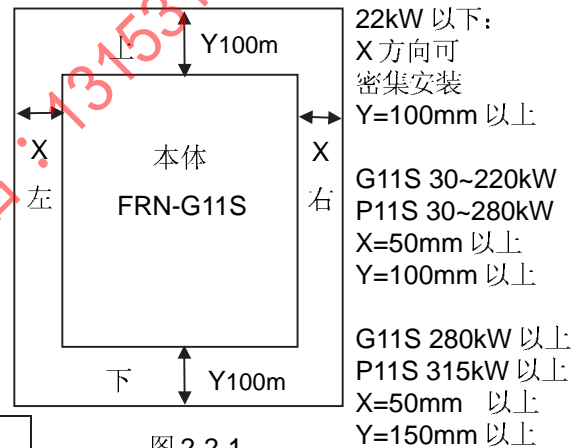

图 2-2-1
- 变频器运行时要产生热量, 为确保冷却空气的通路, 应如图 2-2-1 所示, 设计留有一定的空间。产生的热量向上散发, 所以不要安装在不耐热设备的下方。